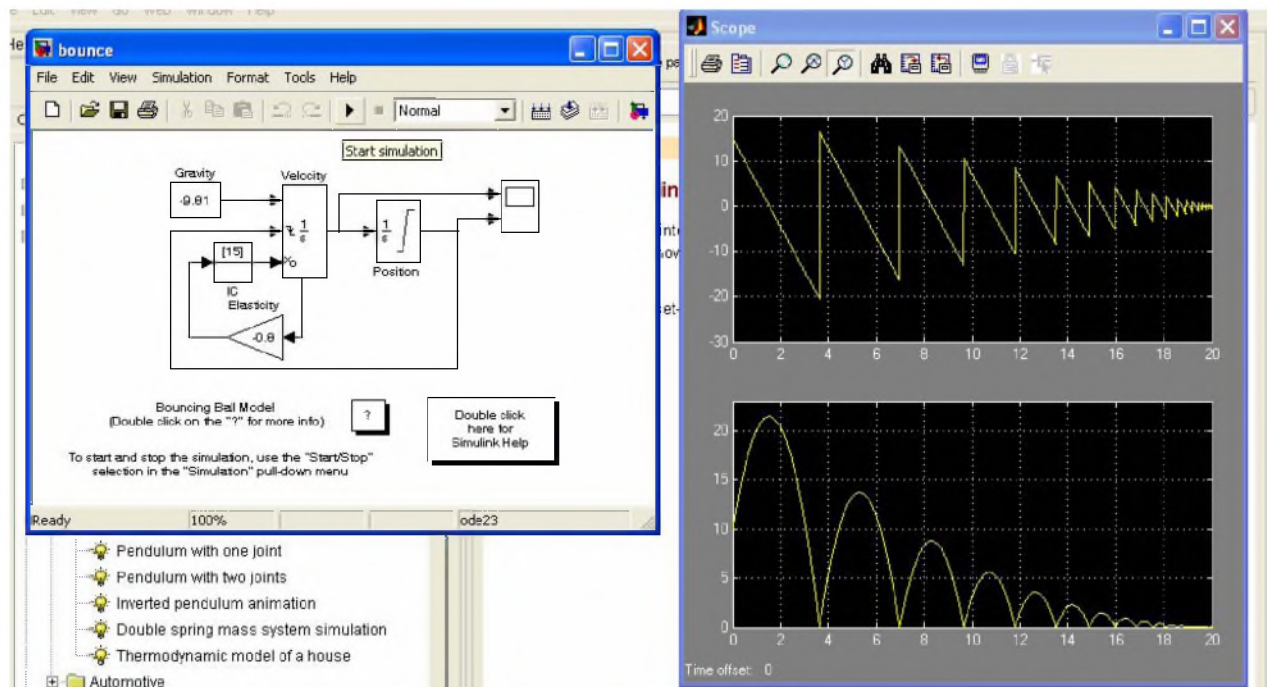

Рис. 1.8. Модель «Траектория прыгающего мяча»
2.2. Выберите пример «Траектория прыгающего мяча», откройте модель двойным щелчком или командой «Открыть модель». Откроется окно модели с двумя окнами для графиков. Запустите модель на выполнение, нажав кнопку со стрелкой ►. В окнах для графиков появятся сами графики. Верхний – изменение скорости, нижний – изменение траектории со временем (рис. 1.8). В окне модели слева можно внести изменения и посмотреть, как это отразится на графиках. Можно изменить гравитационную постоянную и посмотреть, как изменится траектория прыгающего мяча например, для Луны или Юпитера, – для этого надо двойным щелчком открыть блок **Gravity**, изменить константу, нажать ОК и запустить модель на выполнение снова. Аналогично можно изменить коэффициент упругости в блоке **Elasticity** и посмотреть на изменения.